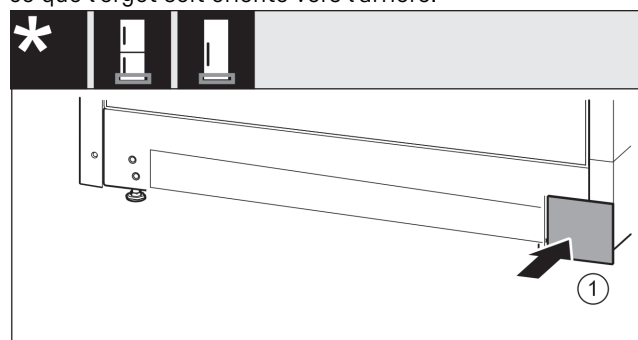

Fig. 20
- Remettre le cache Fig. 20 (1) en place de l'autre côté.